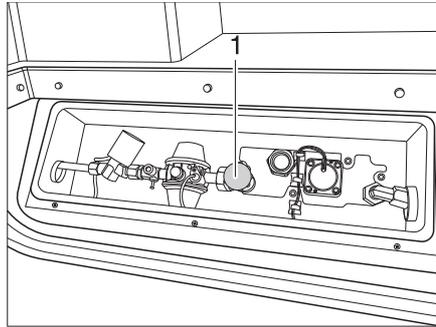

Bild 81 Gasabsperrentil Gastank
- Das Gasabsperrentil des Gastanks (Bild 81,1) nach links drehen um es zu schließen.